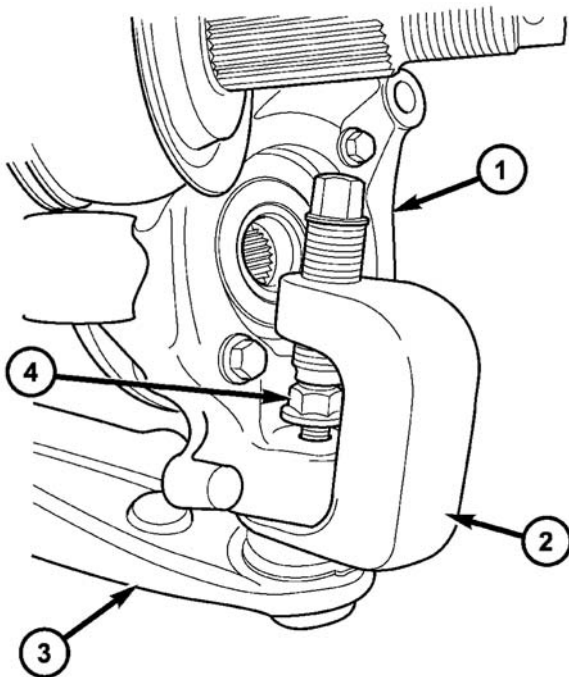

图 14 使用 C-4150A 松开球头
(12) 重新安装球头螺母，直到螺母的顶端与球头螺杆顶部齐平。这样，在按照下面的步骤从转向节上松开螺杆时，就能防止螺杆变形。
(13) 如图所示（图 14），使用拆卸器（专用工具 C-4150A）从转向节上松开球头螺杆。为了便于拆卸器的安装和使用，可以左右转动转向节，使其内侧朝外。
(14) 从球头螺杆的顶部拆下螺母。
(15) 将转向节从车上卸下。
(16) 若需要移走轮毂和轴承，卸下将轮毂和轴承固定到转向节的 4 个螺栓，然后卸下轮毂和轴承。